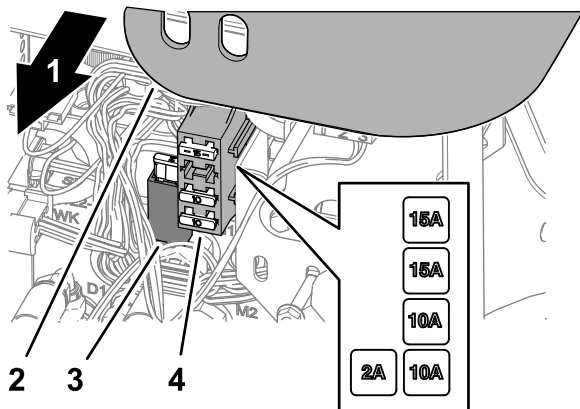

図 65
1. コントロールアームからカバーを外す 図 65。
2. ヒューズホルダーまたはヒューズブロックを点検して切れているヒューズを探し出す 図 65。
4. コントロールアームにカバーを取り付ける 図 65。